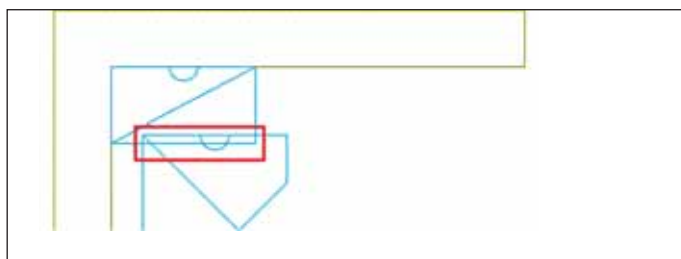

Рис. 32
- пересечение контуров объектов, участвующих в расчете площади (колонн, частей помещений, этажей и других площадных объектов) (рис. 32);